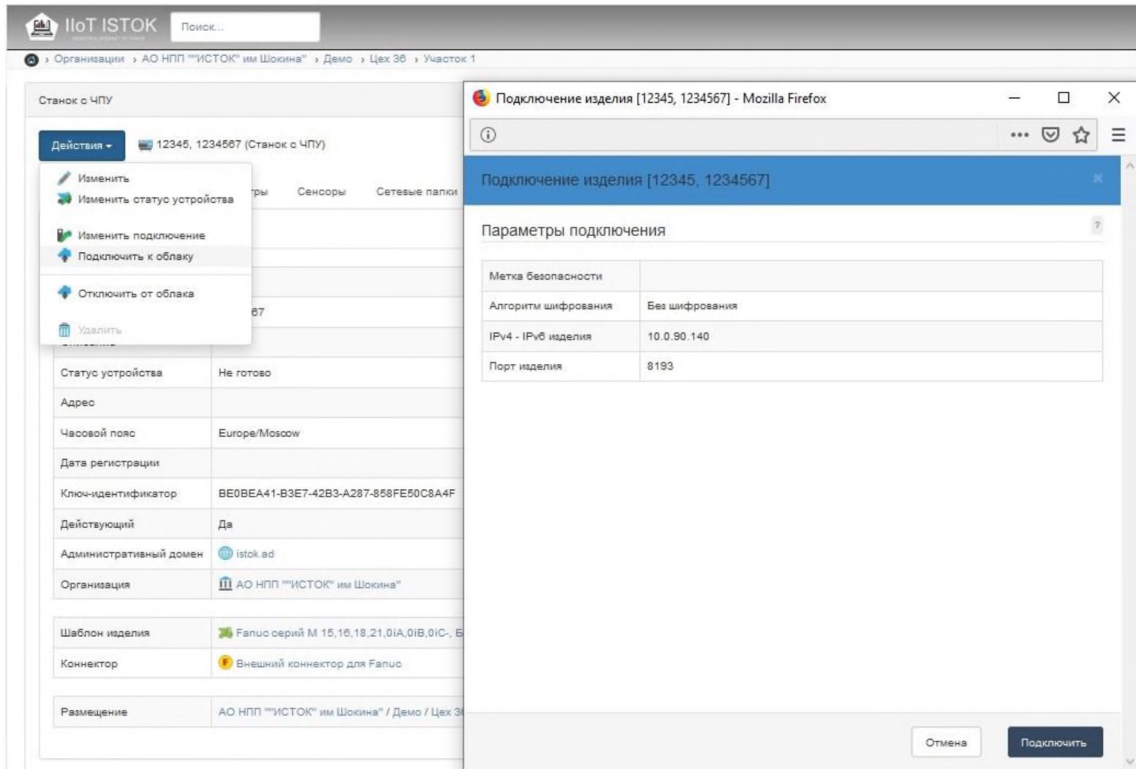

Рисунок 72 – Подключение к облаку
- 2) В открывшемся окне нажмите **Подключить**. В процессе подключения к облаку автоматически создается конфигурационный файл (рис. 72).